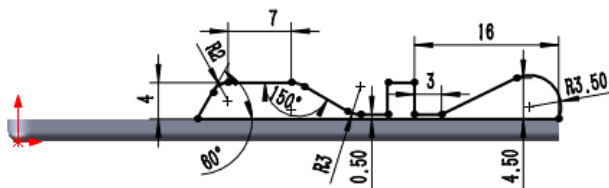

图 13.4.29 横断面草图
② 定义横断面草图。在草图环境中绘制图 13.4.29 所示的横断面草图。
③ 选择下拉菜单 **插入(I)** → **退出草图** 命令，退出草图环境，此时系统自动生成薄片 1。